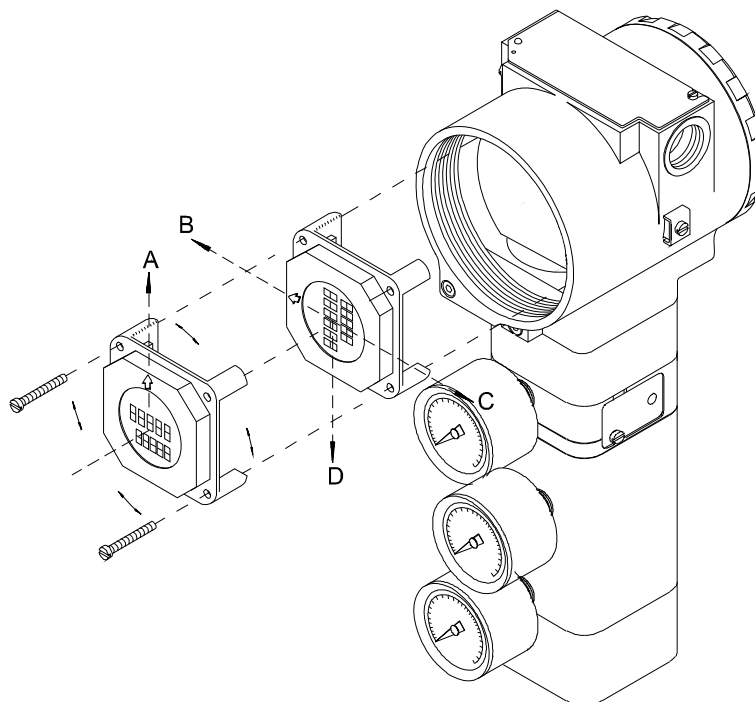

Figura 4.3 – Quatro Posições do Indicador
Ligue o conector do transdutor e o conector da fonte de alimentação à placa principal (5). Conecte o indicador na placa. A placa do indicador possibilita a montagem em quatro posições (Veja figura 4.3). A marca ▲, inscrita no topo do indicador, indica a posição correta.